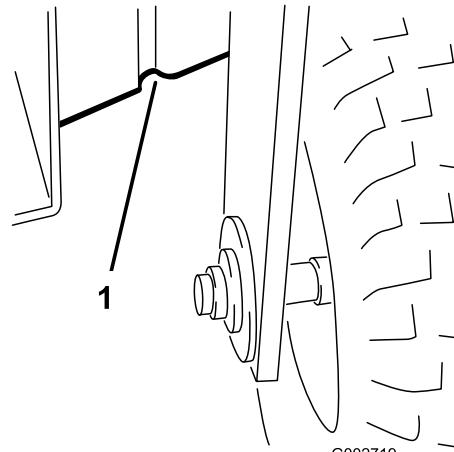

Bild 22
- Vorne: Unter dem Rahmen hinter dem Vorderrad (Bild 22).